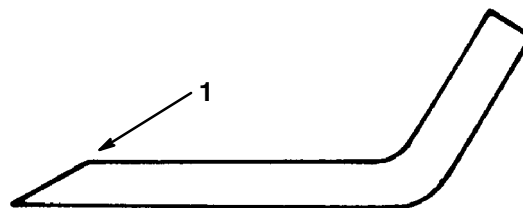

Abbildung 33
1. Die Schneidkante an beiden Enden des Schnittmessers mit einer Feile schärfen (Abb. 33). Den ursprünglichen Winkel beibehalten. Das Schnittmesser behält seine Auswuchtung bei, wenn von beiden Schneidkanten die gleiche Materialmenge entfernt wird.